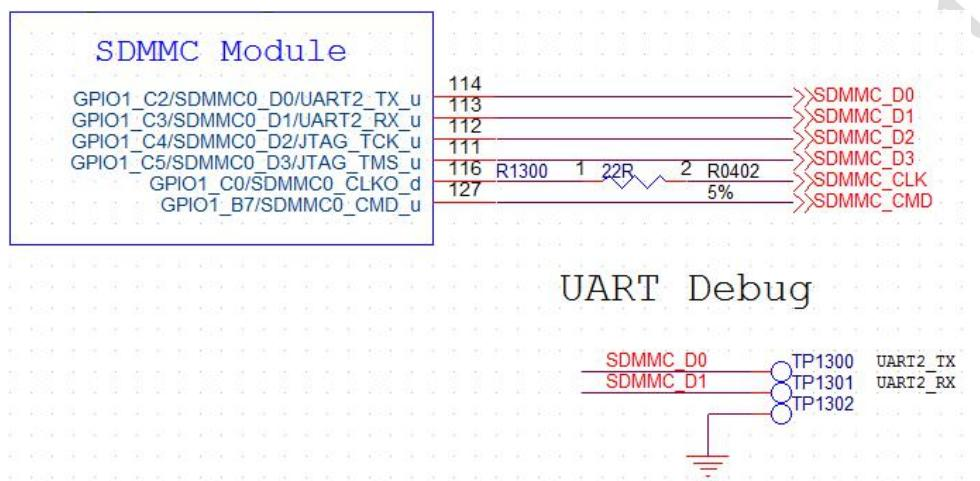

图12-1
- 为了方便软件在线调试，特别是装机起来的机器。RK3126C预留一个用来作Debug的Uart接口(UART2)，这个跟TF SDIO复用，可以通过TF转debug的转接板查看log信号（另外一种方式是USB ADB也是可行的），在实际产品应用中，可以预留出测试点，如图12-1